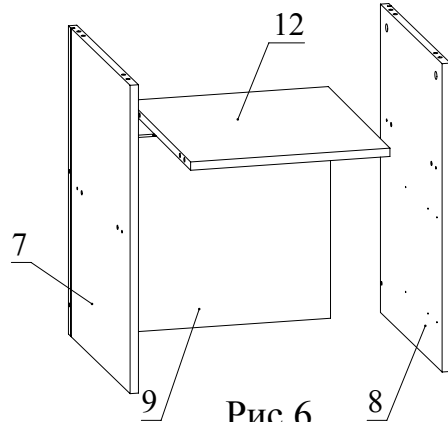

Рис.6
4. Установить деталь 9 на деталь 12 и зафиксировать, повернув конфирматным ключом головки минификсов по часовой стрелке до упора (Рис. 6). Установить деталь 12 между деталями 7 и 8 и зафиксировать, повернув конфирматным ключом головки минификсов по часовой стрелке до упора (Рис. 6). С помощью конфирматов скрепить деталь 9 с деталями 7 и 8 (Рис. 6).